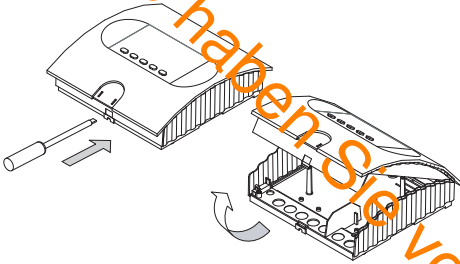

Abb. 1
1. Nehmen Sie die Abdeckung des Leistungsteils ab. Dazu drücken Sie mit einem flachen Schraubenzieher die Befestigungsnahe nach innen und ziehen Sie das Gehäuse-Oberteil durch Schwenken nach oben ab (Abb. 1).